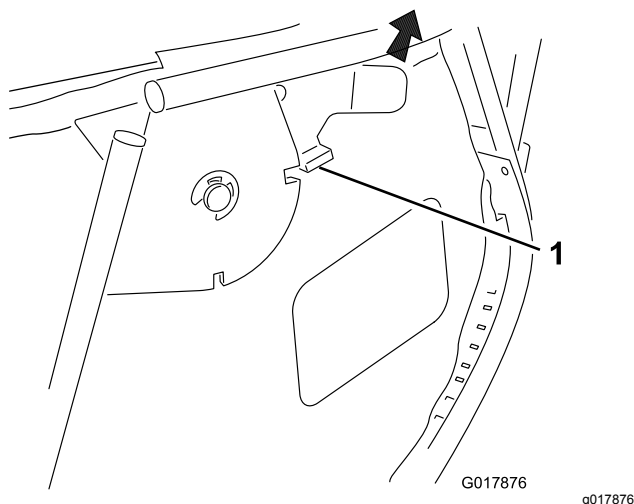

Figura 17
1. Sganciate il fermo di chiusura (Figura 17).